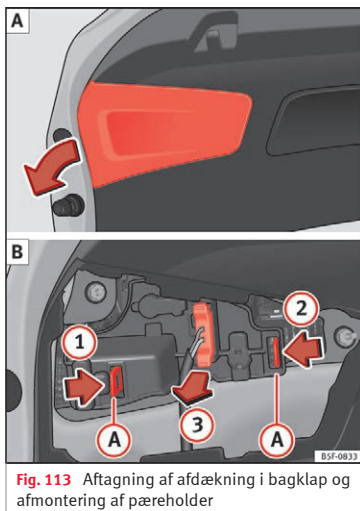

Fig. 113 Aftagning af afdækning i bagklap og afmontering af pæreholder
- Tag bagklapafdekningen af i pilens retning » **Fig. 113** **A**.
- Løsn fastgørelsestapperne **A** til pæreholderen i pilens retning **1** og **2** » **Fig. 113** **B**.
- Træk pæreholderen ud i pilens retning **3** » **Fig. 113** **B**.
- Monter pæreholderen, og sørg for, at clip-sene **A** » » **Fig. 113** **B** er fastgjort korrekt.